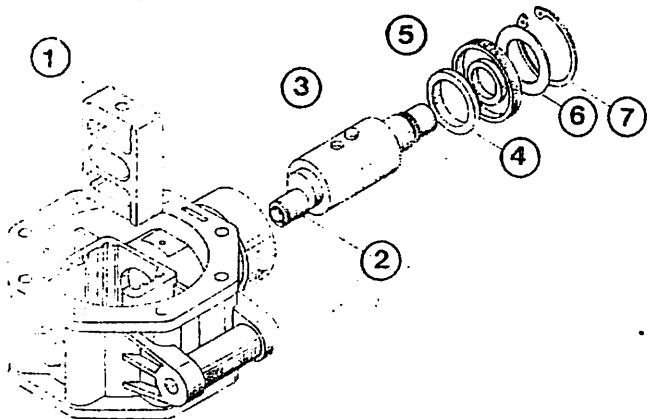

Fig. 7A.4-7
Coloque el casquillo (24) en su alojamiento y mediante unos alicates de puntas monte el anillo elástico (25) en su canal (Fig. 7A.4-6).
Monte la polea (20) en el eje del depresor sin forzarlo, debiendo tener en cuenta que coincidan las estrías del eje y la polea. A continuación sitúe las arandelas (18) y (19) y apriete el tornillo (17) al par especificado (Fig. 7A.4-4).
Sitúe el platillo posterior (15) encima del émbolo (16), después la membrana (14) y encima el platillo anterior (13). Monte el tornillo de sujeción (11), previa colocación en el mismo de la arandela de cobre (12) (Fig. 7A.4-3).